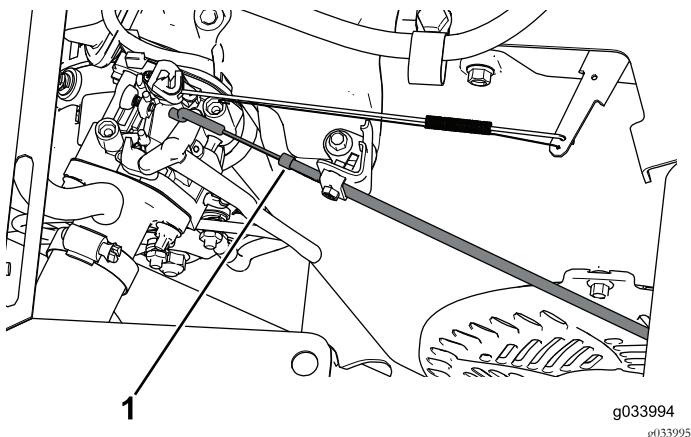

Figure 11
5. Détachez le câble de starter du moteur (Figure 11).